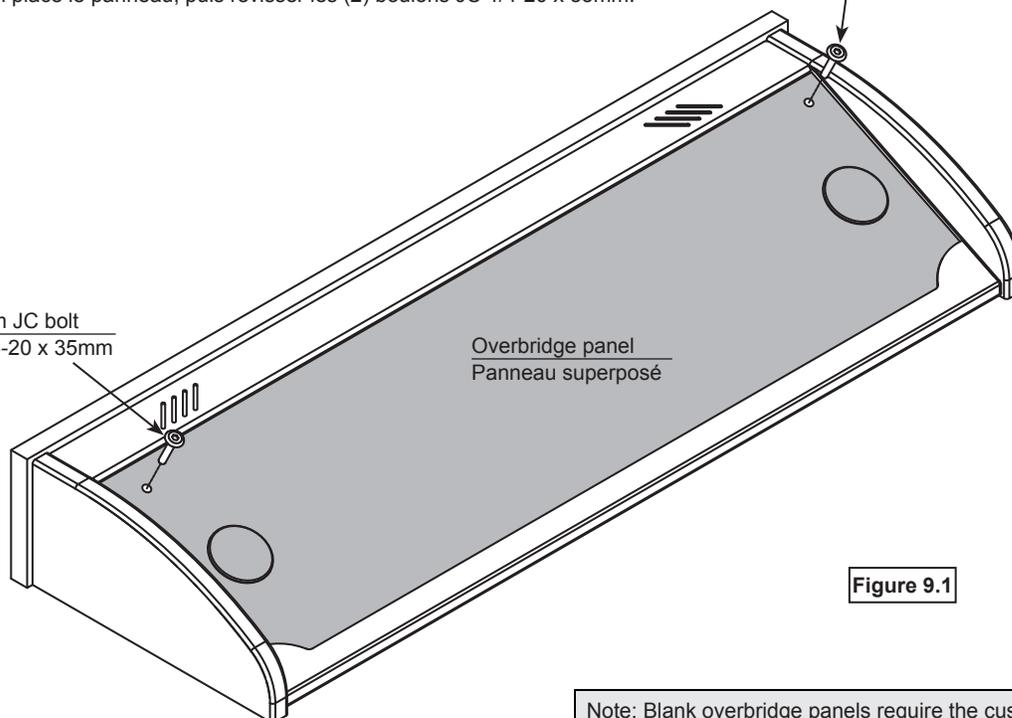

Figure 9.1
- To remove the overbridge insert panel, remove the (2) 1/4-20 x 35mm JC bolts with a 4mm hex wrench and lift out the panel. **Figure 9.1.**
- Re-install the overbridge panel and secure with (2) 1/4-20 x 35mm JC bolts.
- Pour retirer le panneau superposé, dévisser les deux (2) boulons JC 1/4-20 x 35 mm à l'aide d'une clé hexagonale de 4 mm, puis le soulever. **Figure 9.1.**